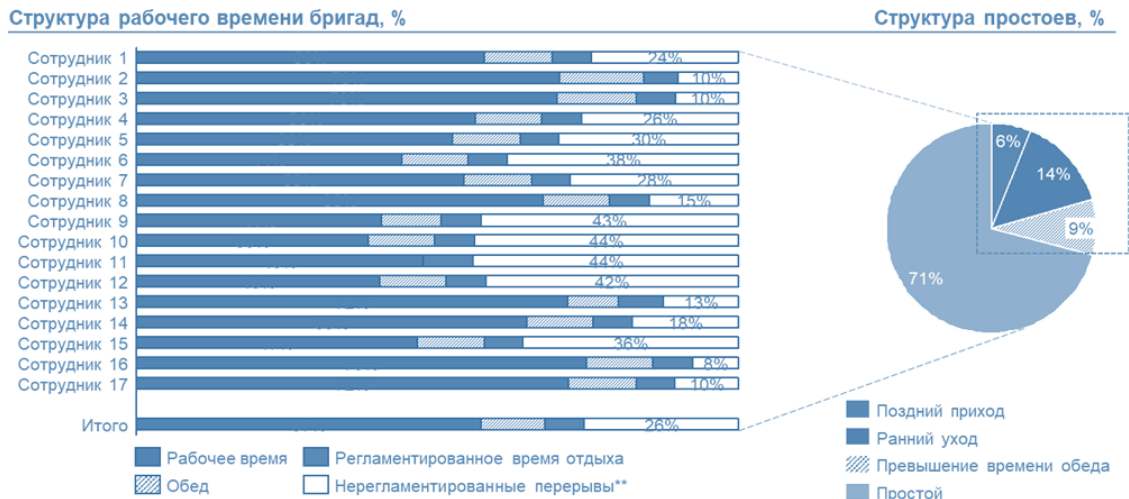

Рисунок 54 – Примеры выявления внутренней практики
1. Проведение внутреннего бенчмарка по исполнению операций, выявление лучшей практики (см. Рисунок 54).